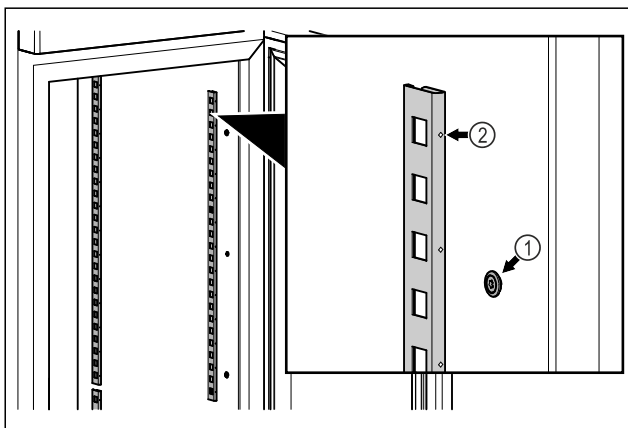

Fig. 54 Shembull ilustrues
- Futni shiritat e kapjes në vendin e varjes Fig. 54 (1). Shënimi Fig. 54 (2) duhet të jetë i drejtuar nga përpara.